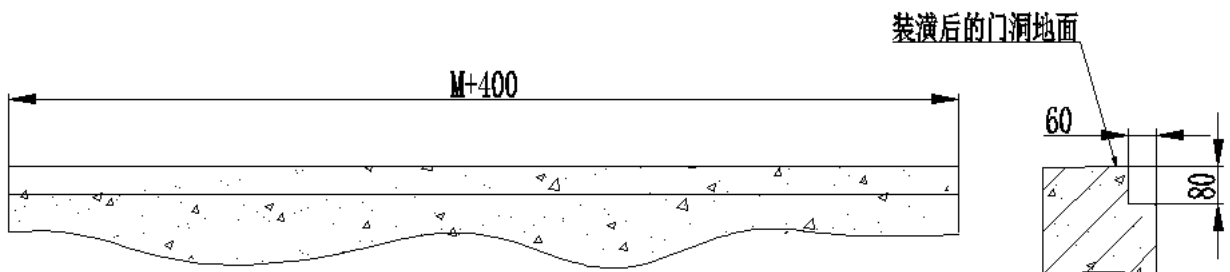
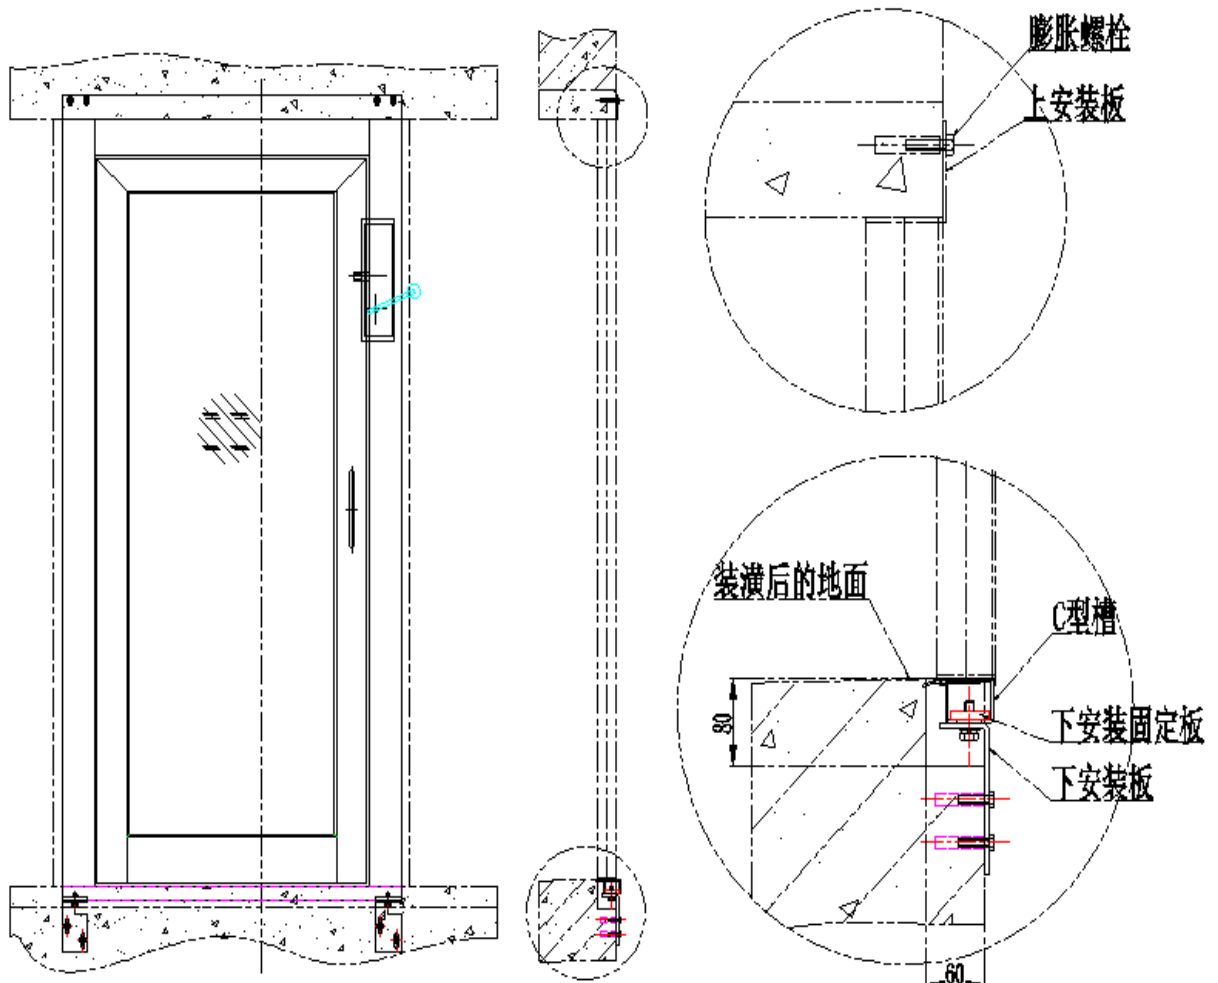

图 14-10
图 14-11
14.2.2.1 在混凝土井道安装上下手拉门之前，需先在门洞地面预先开出一个深度 80mm，宽度 60mm 的台阶，见图 14-10。将上下手拉门下安装板和手拉门下安装固定板安装在手拉门下端 C 型槽内。调整手拉门，保证手拉门开门底端与门洞地面平齐，通过手拉门上安装板和下安装板孔在井道面做上标记，打孔。用直尺水平尺调整手拉门的垂直度和水平度，在安装板孔处打入膨胀螺栓。见图 14-11。